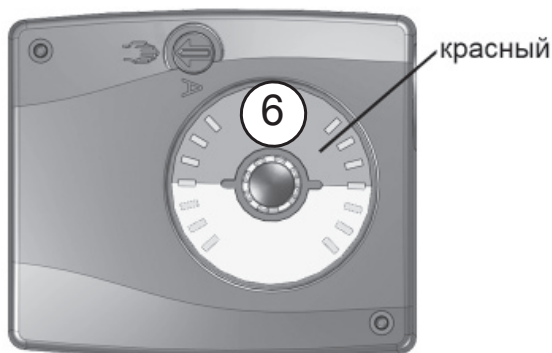

Рис. 12
4. Диск-указатель смещения (7) повернуть на 180°, чтобы красная область была направлен вверх (рис. 12).